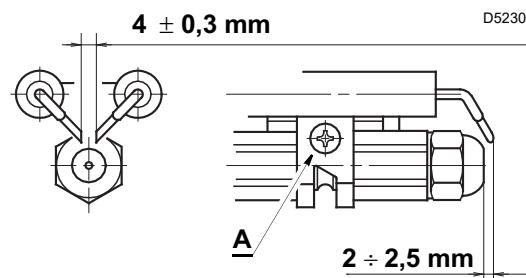

Fig. 23
Les mesures figurant dans la Fig. 23 doivent être respectées.
- retirer le groupe d'électrodes 5) du porte-gicleur 4) après avoir desserré la vis (A, Fig. 23, à la page 35) ;